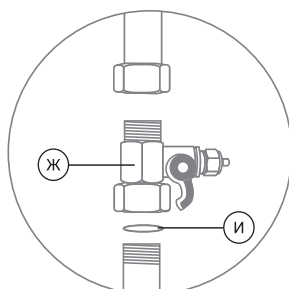

Рис. 17
- Установите тройник-адаптер (Ж) (рис. 17) на магистраль холодной воды, уплотнив соединения уплотнительными шайбами (И), поставляемыми в комплекте (рис. 17).